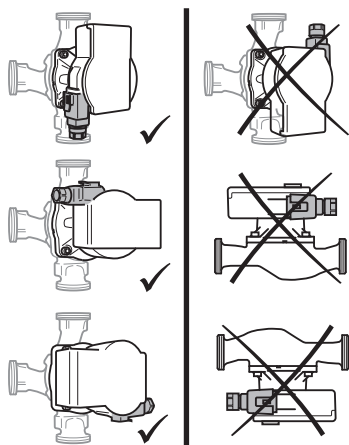

Fig. 2: Монтажни положения
- Мястото на монтаж трябва да бъде избрано съобразно допустимото монтажno положение (Fig. 2).
- Дръжте главата на мотора (2+6) стабилно и развийте 4-те болта на корпуса (5).
- Спазвайте допустимото монтажно положение (Fig. 2) и стрелката за посоката на протичане върху корпуса на помпата (1).
- Затегнете добре 4-те болта на корпуса (5).